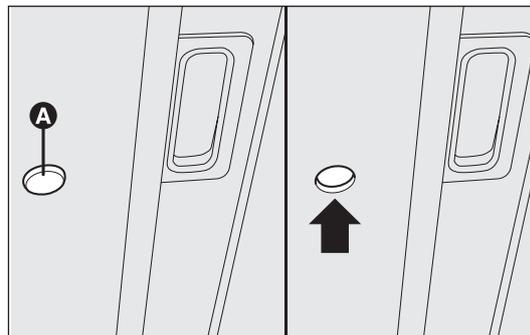

fig. 77
- introduire cette clé dans le logement A-fig. 77 et tourner :